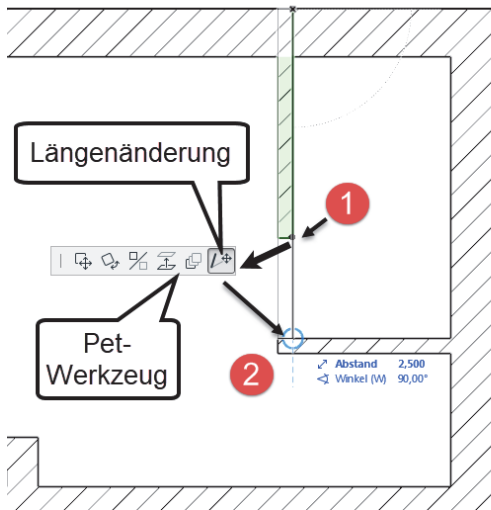

Abb. 1.40: Längenänderung einer Wand
Eine zu kurze oder zu lange Wand kann auch im Endpunkt angeklickt ❶ werden und mit dem *Pet-Werkzeug* LÄNGENÄNDERUNG verlängert ❷ werden (siehe Abbildung 1.40). Dazu reicht es auch, die Wand zu markieren und dann den Endpunkt mit gedrückter Maustaste zu der gewünschten Position zu ziehen.